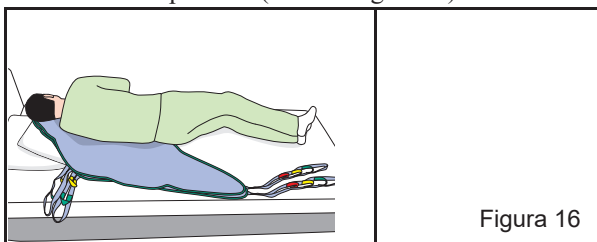

Figura 16
1. Levante la primera barandilla protectora de la cama. Haga girar al paciente alejándolo de usted y coloque el sling, doblado en dos, por detrás de su espalda. Coloque el sling de modo que, cuando gire al paciente hacia usted, el centro de su espalda quede sobre el pliegue. Compruebe que la parte de asiento del sling esté a la altura del cóccix del paciente y que el soporte para la cabeza se encuentre bajo la cabeza del paciente (véase la figura 16).